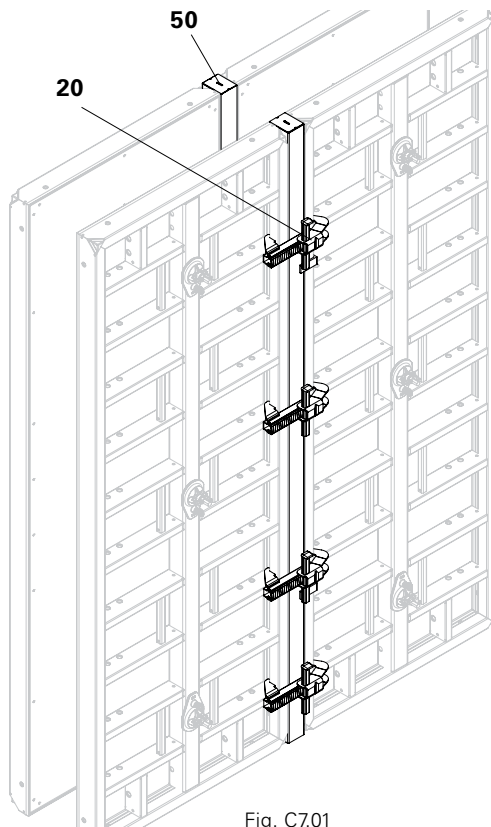

Fig. C7.01
La compensazione longitudinale può avvenire mediante un montante di compensazione MX o una trave squadrata in legno tagliata su misura (50). Prestare attenzione al numero e alla disposizione delle morse BFD (20). (Fig. C7.01)